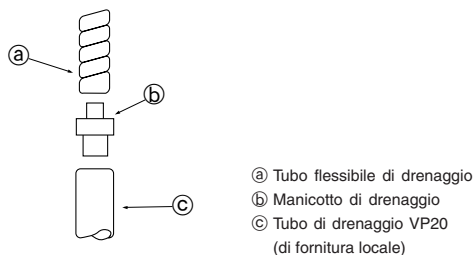

Fig. 5-1
5.1. Collegamento della tubazione di drenaggio (Fig. 5-1)